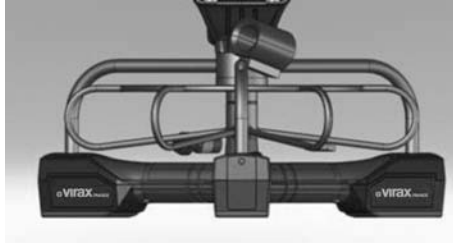

Figure 1 – CABLE 16 m pour Mini VISIOVAL
1. Vérifier que le couvercle des piles est exempt de débris et de liquide. Utilisez un tournevis cruciforme pour retirer la vis de couvercle des piles (Figure 1).